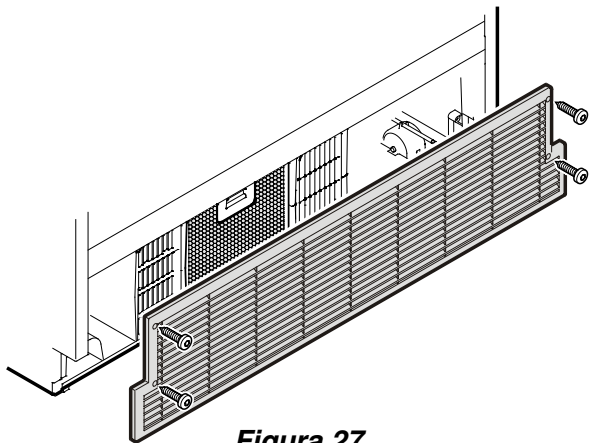

Figura 27
- Abra el cajón inferior del congelador y destornille la rejilla de aireación - **Figura 27**.